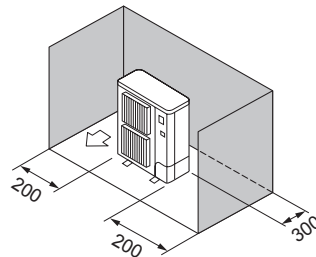

Fig. 2-8
- ③ Εμπόδια στην πίσω και στις δύο πλαϊνές πλευρές μόνο (Fig. 2-8)